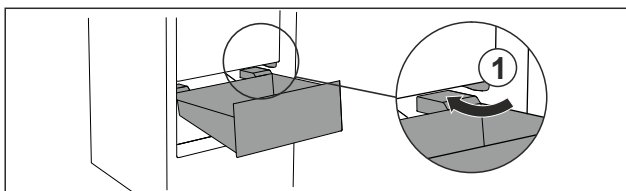

Fig. 72
- ▶ Umetnite ladicu koso oko zaustavljača Fig. 72 (1).